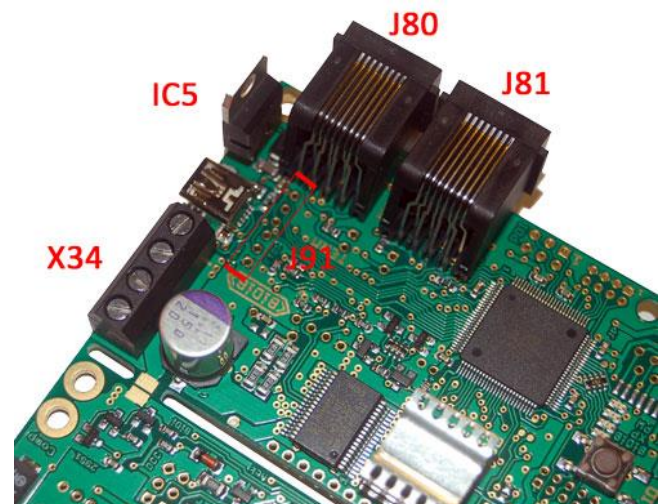

Abbildung 4: GBMboost v1.6 - Aufbau Teil 1
**IC5** ... Der 12V Festspannungsregler ist zu bestücken bei einer Eingangsspannung von größer 12V an der Klemme X34. (Einbauichtung beachten ... siehe **Abbildung 4**) Wird für den Fahrbetrieb eine Eingangsspannung von 12V benötigt (abhängig von der Spurweite), dann entfällt der Einbau vom Spannungsregler IC5. Bei diesem Fall muss aber der Pin1 (Bohrloch) des IC5 mit einer Drahtbrücke zum Pin3 des Spannungsreglers IC5 verbunden werden.